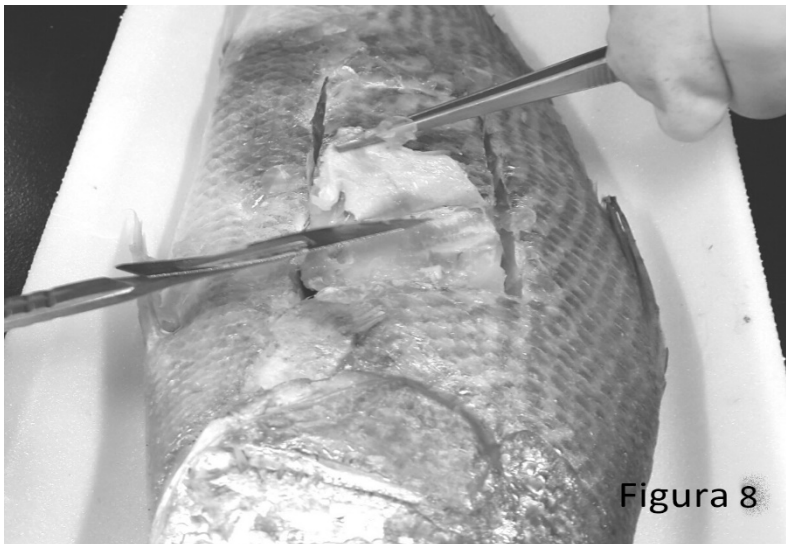

Figura 8
13. En la zona de corte, tomen con una pinza, la piel del pescado del extremo superior izquierdo, y con el bisturí deben ir cortando para separar la piel del músculo, para que éste quede expuesto. (figura 8).